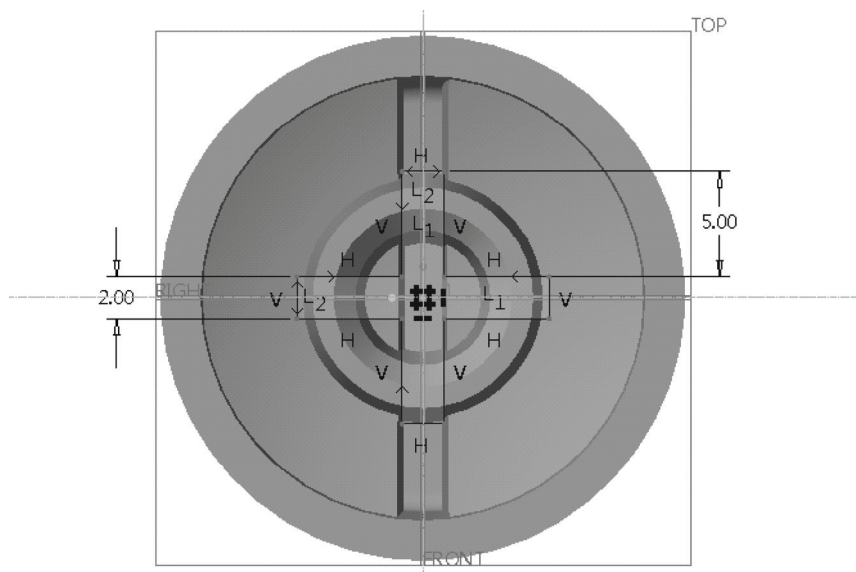

图 12-25 绘制截面
5) 绘制图 12-25 所示的截面，单击  (确定) 按钮。